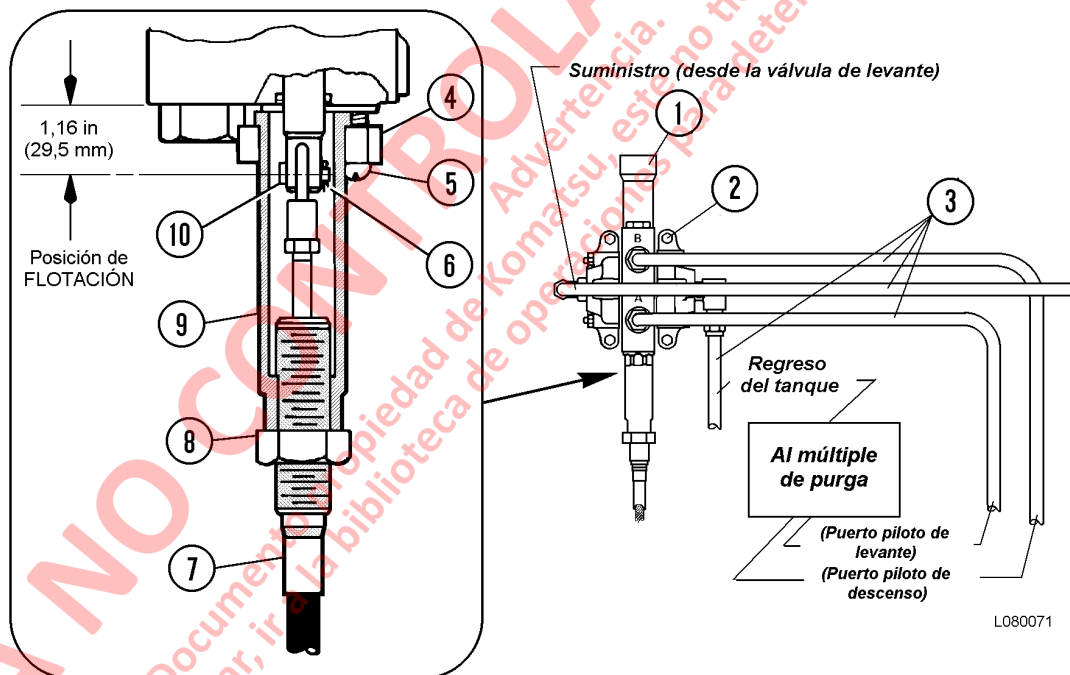

FIGURA 8-12. TUBERÍAS Y VÁLVULA PILOTO DE LEVANTE
2. Desconecte las líneas hidráulicas (3, Figura 8-12) de la válvula piloto de levante (1) ubicada en el gabinete de componentes hidráulicos en la parte trasera de la cabina. Retire los tornillos (5).
3. Afloje y destornille la contratuerca (8). Destornille la camisa (9) hasta que el pasador de horquilla (6) y el pasador (10) queden expuestos.
5. Retire los elementos de montaje de la válvula piloto (2) y retire la válvula del gabinete. Consulte la sección «Procedimiento de
1. Posicione la válvula piloto de levante (1, Figura 8-12) en el soporte de montaje. Asegure la válvula en posición con los elementos de montaje (2).
2. Posicione las líneas hidráulicas (3) sobre los puertos de la válvula y ensamble los acoples. Apriete firmemente las conexiones de la línea hidráulica.
4. Alinee la argolla del cable de control con el orificio del carrete de la válvula piloto e inserte el pasador (10). Asegure el pasador en su lugar con el pasador de horquilla (6).
5. Atornille la camisa (9) hacia arriba hasta que toque el cuerpo de la válvula. Mueva la brida (4) a su posición y fíjela con tornillos (5).